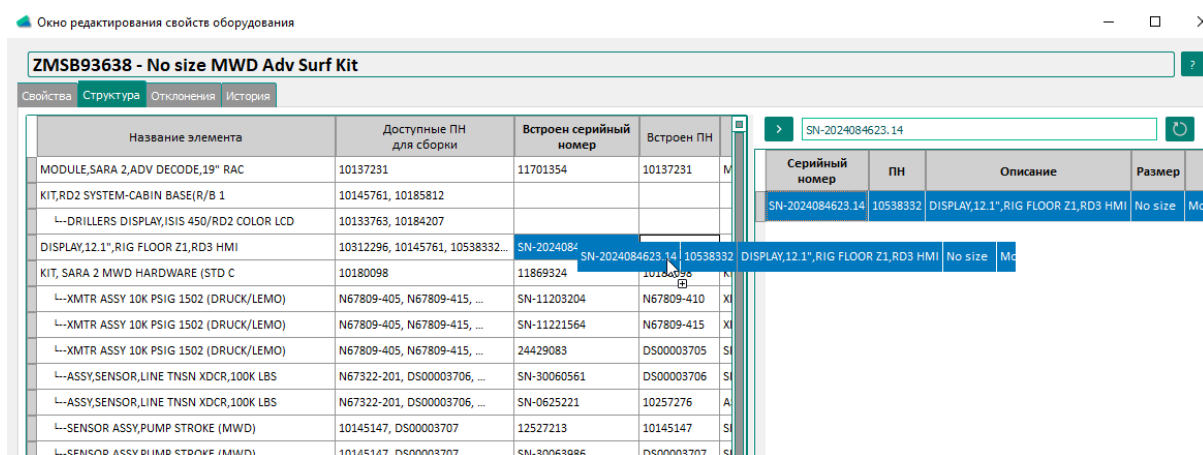

Рис. 15
1. Структура оборудования (внутренний состав) отображается во вкладке «Структура» в окне редактирования свойств оборудования Рис. 15